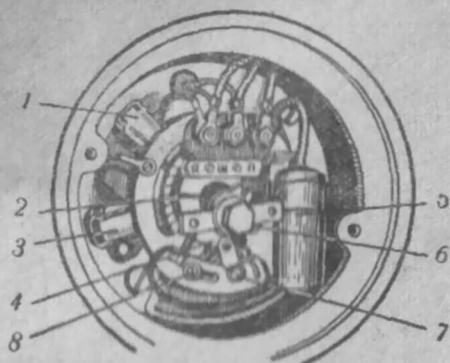

Рис. 28.
На одном торцевом конце корпуса приварена крышка, на которой смонтированы (см. рис. 28) щеткодержатель со щетками, три клеммовых стойки на панели для крепления проводов, очиститель кулачка и прерыватель с конденсатором.
**ПРЕРЫВАТЕЛЬ.** Основными частями прерывателя являются молоточек, наковаленка, основание прерывателя и кулачок (см. рис. 28 и 30).